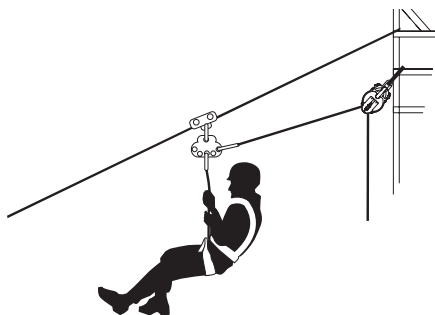

Fig. 12
7.3. Evacuazione volontaria su piano inclinato (Fig.12)